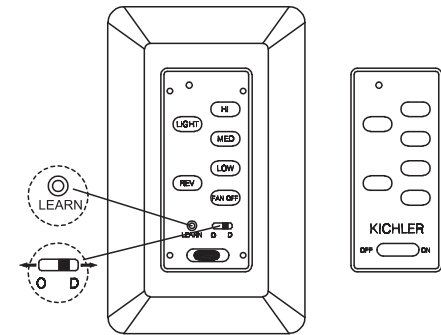

Figura 21
**Paso 1.** Una vez completada la instalación, presione y mantenga presionado el botón “APRENDER” (LEARN) durante 3 segundos dentro de los 30 segundos posteriores a la activación de la alimentación de CA. El ventilador se encenderá a velocidad media y la luz (si está instalada) se encenderá. Esto confirma que el ajuste “SMART SYNC” está activo y bien. (Figura 21)